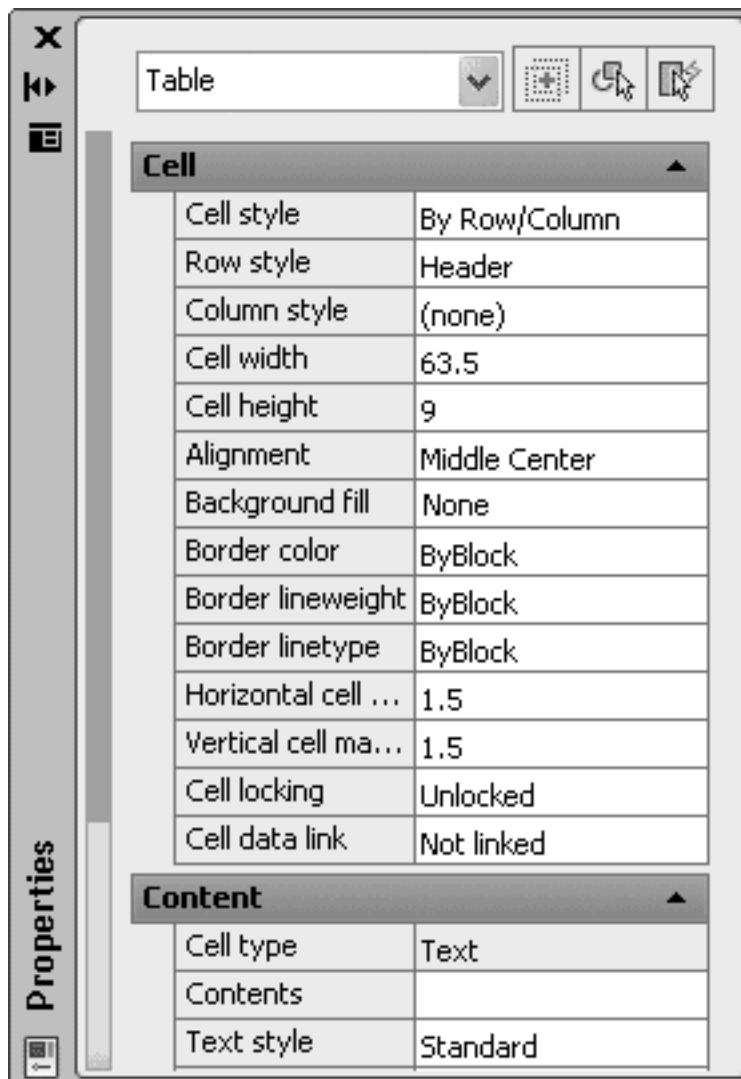

Рис. 4.50. Палитра Properties (Свойства) с параметрами ячейки
• Пункт меню **Properties** (Свойства) отображает палитру **Properties** (Свойства) со свойствами ячейки (рис. 4.50). На этой палитре вы можете при необходимости изменять любые параметры.